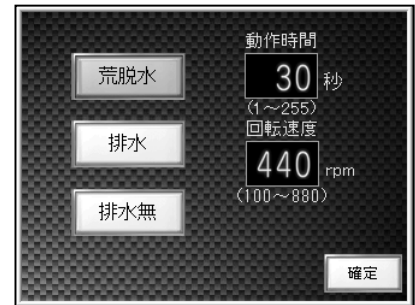

図 7-17
- ・ **荒脱水** **排水** **排水無** ……排水動作 (図 7-17)